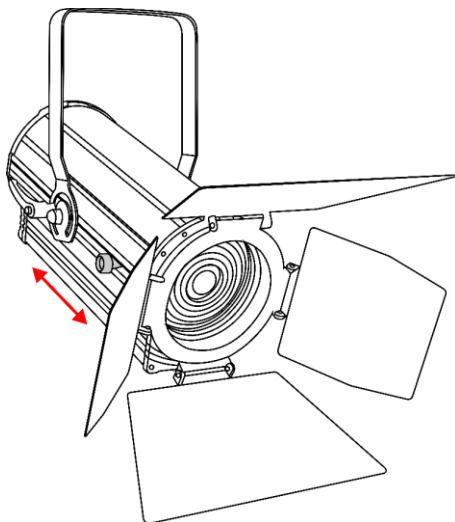

Fig. 19
- 01) Ruotare il **comando dello zoom (05)** in senso antiorario per allentarlo.
- 02) Far scorrere il **comando dello zoom (05)** in avanti o indietro per ottenere l'angolo di emissione desiderato (vedere la Fig. 19).
- 03) Dopo aver regolato l'angolo del fascio, ruotare il **comando dello zoom (05)** in senso orario per serrarlo. Non serrarlo eccessivamente.